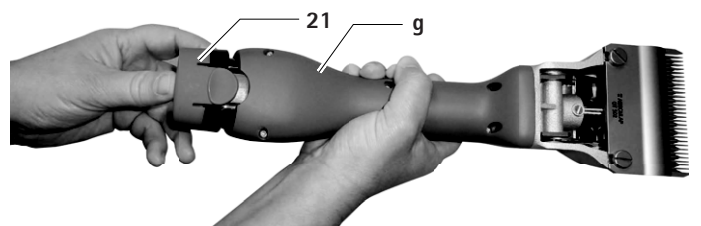

Fig. 2
- ▶ Retirer l'accum Li-ion **21**, le charger et/ou insérer un accum Li-ion de recharge GT641 (3INR19/66-1) dans la tondeuse à accum **g**, voir Fig. 2.